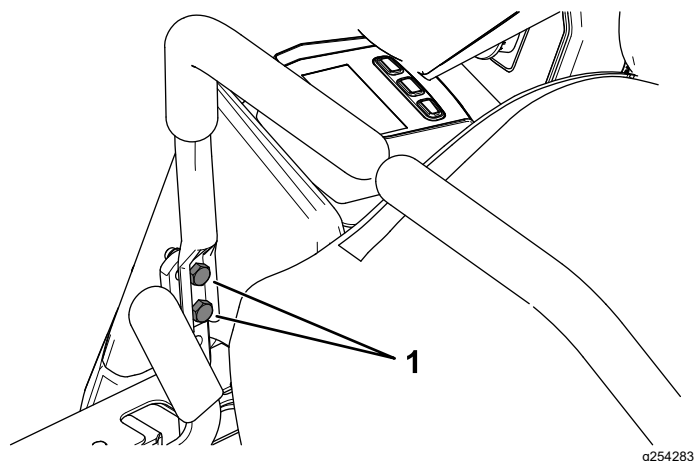

Figura 54
10. Si es necesario alinearlas, afloje los 2 pernos de montaje de la palanca de control de movimiento del lado que está mal alineado (Figura 54).
12. Apriete los 2 pernos de montaje de la palanca de control de movimiento (Figura 54).